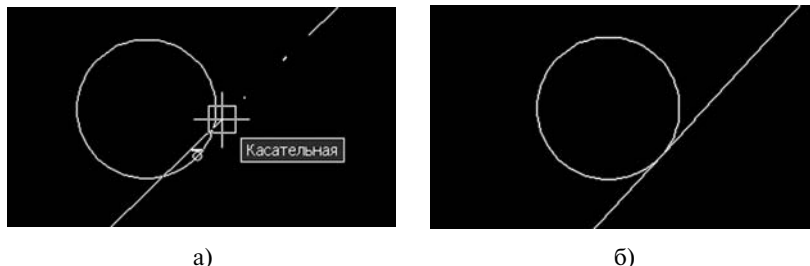

Рис. 3.19. Построение касательной:
8. Навести линию на точку касания (рис. 3.19, а).
10. Нажать на «Enter» (рис. 3.19, б).